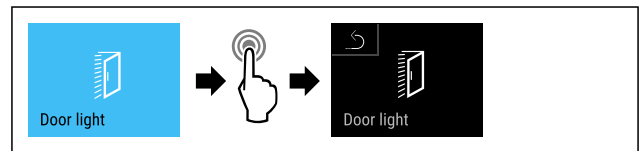

Fig. 96
- ▶ Εκτελέστε τα βήματα ενεργειών (βλέπε Fig. 96).